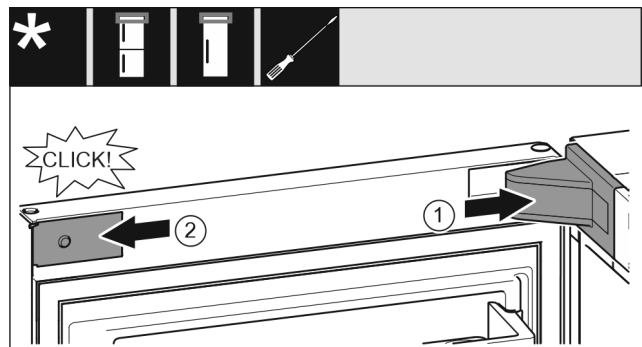

Fig. 23
- ▶ Sätt på lagerbocksskyddet och klicka fast det; skjut ev. försiktigt isär det. Fig. 23 (1)
- ▶ Sätt på panelen på sidan och klicka fast den. Fig. 23 (2)